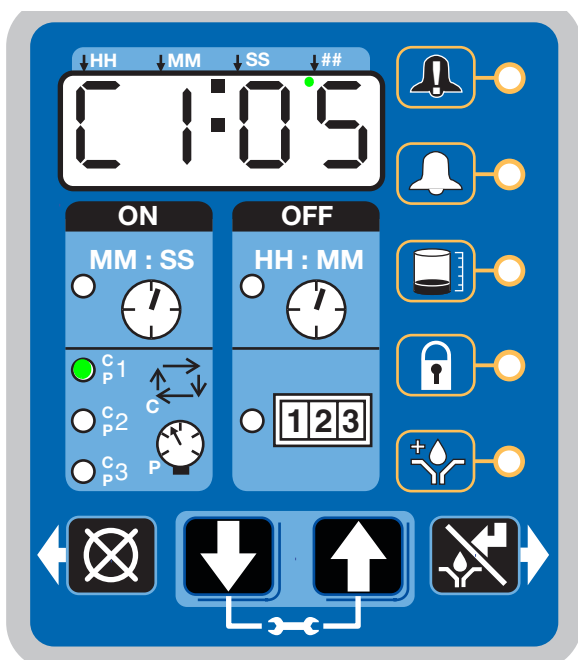

FIG. 43
- L'affichage indique le détecteur (C1, C2, C3) et les cycles restants pour ce détecteur (FIG. 43).
L'exemple illustré à la FIG. 43 montre le détecteur C1 avec 5 cycles restants.